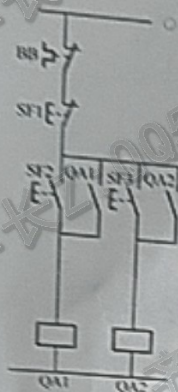

图 4-2
2、某工程师设计电机正反转控制电路如图 4-2 所示，试分析该电路存在的问题并给出合理的解决方案。（画出控制电路，并标注符号）